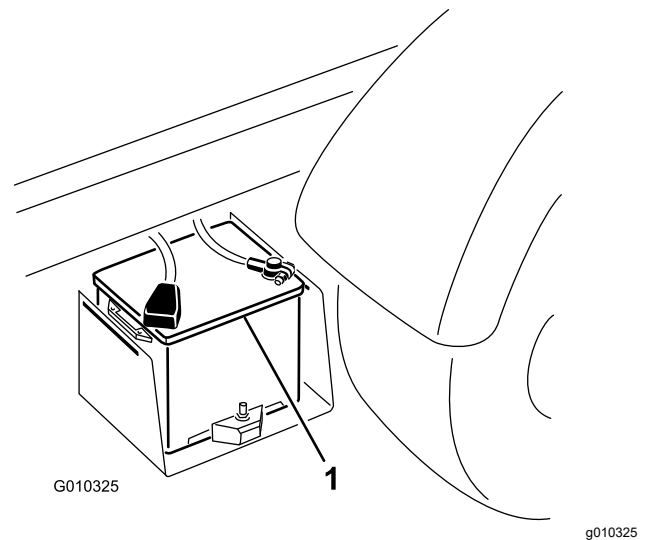

Bild 43
2. Schließen Sie ein Starthilfekabel an die Pluspole der zwei Batterien an (Bild 43).